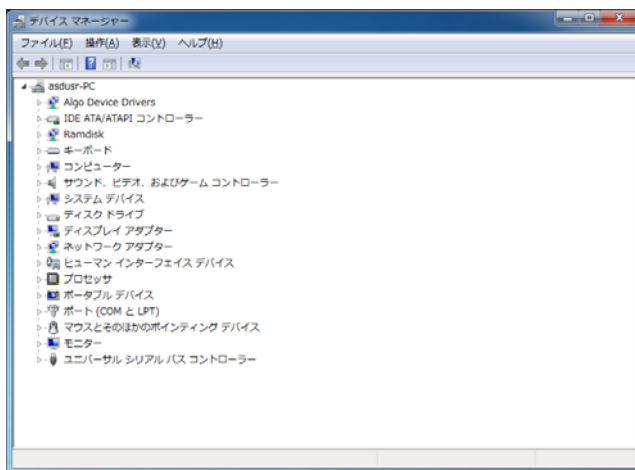

図 3-3-10-1. デバイス マネージャー
- ① スタートメニューから[コントロール パネル]を選択します。
- ② [コントロール パネル]が開きます。[システム]を実行します。
- ③ ダイアログが開きます。[デバイス マネージャー]を選択します。
- ④ [デバイス マネージャー]が開きます。(図 3-3-10-1)